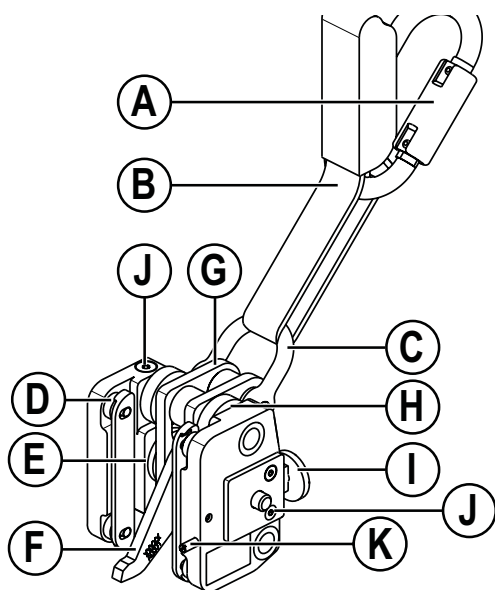

Abb. 13
Der Sicherungsläufer (Abb. 13 und 14) ist funktionsfähig, wenn er folgenden Kriterien entspricht:
- Nur GÜFA Flexx (Abb. 13): Die Druckplatte (I) darf sich nicht betätigen lassen, solange sich der Sicherungsläufer nicht in der Position „Pfeil nach oben“ befindet.
- Nur GÜFA Flexx (Abb. 13): Ohne betätigte Druckplatte (I) dürfen sich die beiden Seitenteile des Sicherungsläufers nicht auseinanderziehen lassen.
- Nur GÜFA Flexx (Abb. 13): Bei betätigter Druckplatte (I) müssen sich die beiden gespannten Seitenteile des Sicherungsläufers gegen die Spannung auseinander ziehen lassen. Ohne Zug müssen sich die Seitenteile wieder zusammenziehen.
- Nur GÜFA Flexx (Abb. 13): Die 4 Senkschrauben (J) müssen vorhanden und fest mit den Seitenteilen verbunden sein.
- Schaftschraube der Einführsicherung (K) muss mind. 6 mm herausstehen.